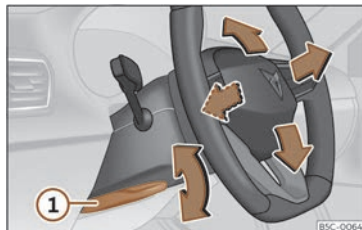

Fig. 85 Levier sur la partie inférieure latérale de la colonne de direction.
- Tirez le levier >>> **fig. 85 ①** vers le bas, déplacez le volant jusqu'à la position souhaitée et relevez le levier en position de verrouillage.
- Après avoir réglé la colonne de direction, poussez fermement le levier >>> **fig. 85 ①** vers le haut pour que le volant ne change pas de position accidentellement en cours de route.